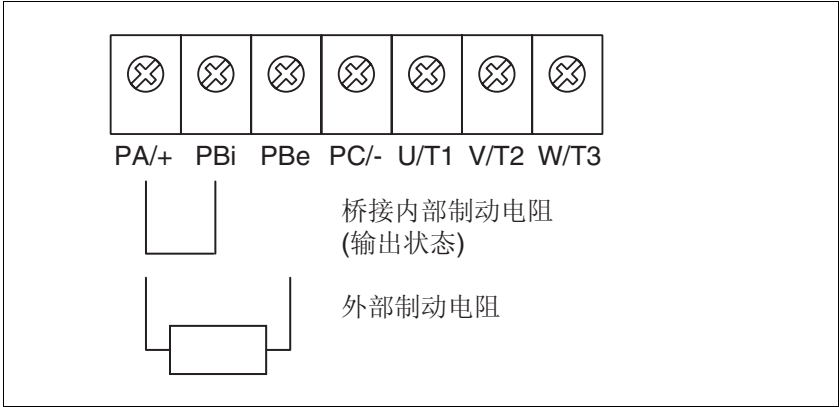

图 6.9 制动电阻接线图
- ▶ 去掉电桥，参见图 6.9。
- ▶ 将制动电阻连接在设备上，见图 6.9。